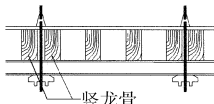

图 5 竖龙骨布置
(2) 由于木制大模板整体刚度较差,尤其是穿墙螺栓处应力集中,容易产生墙面在穿墙螺栓处平整度较差,采取的措施是:紧贴穿墙螺栓两侧布置 2 根木方竖龙骨(见图 5),安装时先定穿墙孔的位置、布置孔两侧竖龙骨,再按实际尺寸均布两穿墙孔之间的竖龙骨,并保证竖龙骨间距不大于 250mm。